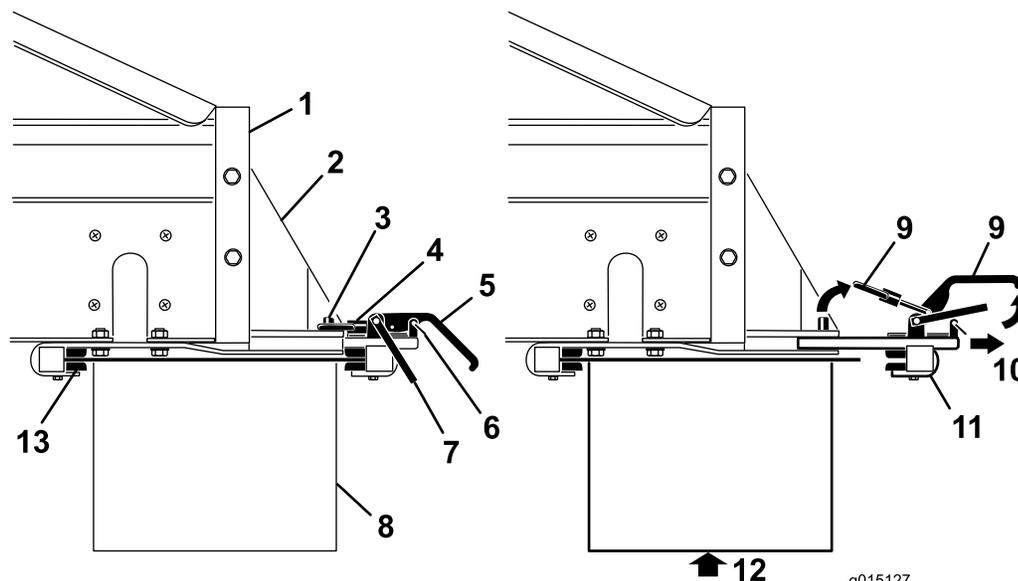

Рисунок 29
1. Снимите зажимы предохранительных защелок с рукояток хомутов (Рисунок 29).
2. Поднимите предохранительную защелку, затем поднимите рукоятки хомутов дополнительного навесного оборудования и освободите стопорные кольца от стопорных штифтов (Рисунок 29).
3. Выведите задний узел хомута дополнительного навесного оборудования из пазов быстроразъемного соединения (Рисунок 29).
4. Вместе с помощником вставьте передний край двухдискового центробежного разбрасывателя под заднюю часть МН-400 в передние хомуты на кронштейнах (Рисунок 29).
5. Поддерживая двухдисковый центробежный разбрасыватель, сдвиньте задний узел хомута дополнительного навесного оборудования назад в пазы кронштейнов и поверх задней кромки (Рисунок 29).
7. Заново установите зажимы предохранительных защелок на рукоятки хомутов (Рисунок 29).